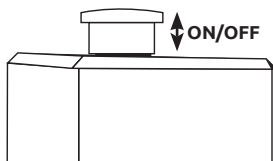

figure 2
- ▶ Deschideți supapa de evacuare, setați butonul comutatorului de presiune în poziția "ON" (Fig.2) și lăsați compresorul să funcționeze timp de 10 minute fără sarcină, pentru a asigura lubrifierea pieselor mobile înainte de service-ul regulat.